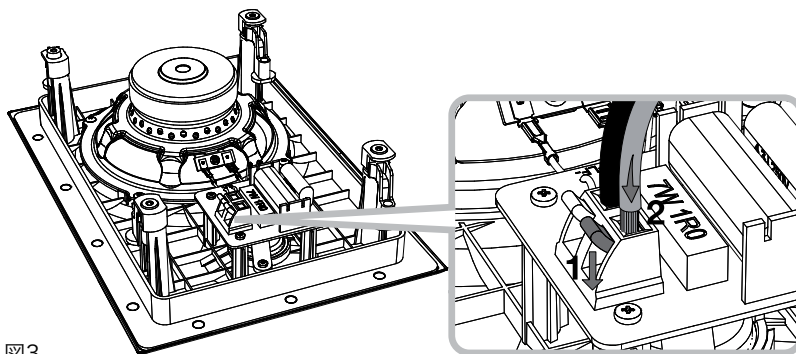

図3
**4.3** 次に、スピーカーケーブルをクロスオーバーボードにあるスプリング端子に接続します。スピーカーを正しい極に接続するようにしてください。つまり、アンプのプラス電極に接続したケーブルは、スピーカーの赤いスプリング端子に、同様に、アンプのマイナス電極に接続したケーブルは、スピーカーの黒いスプリング端子に接続してください。ケーブルの接続については図3をご覧ください。